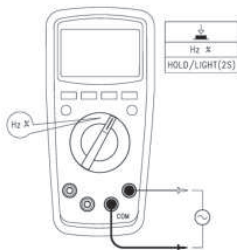

Рис. 8
7.6. Измерение частоты и коэффициента заполнения (см. рис. 8)